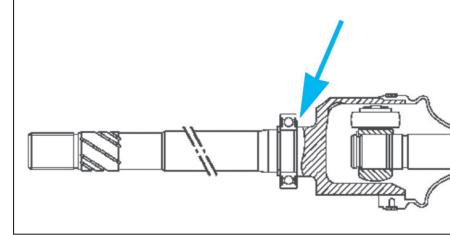

FIG. 4
- effectuer la mise en place du roulement jusqu'en butée à l'aide d'un tube, en prenant appui sur la bague intérieure du roulement (fig. 4).